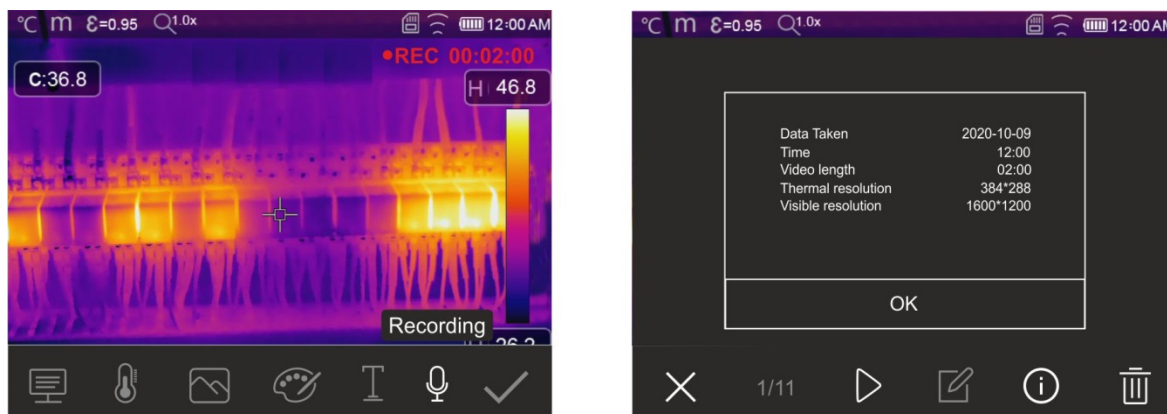

Fig. 51: Gravação de vídeo IR
1. Pressione a tecla  para entrar na galeria de imagens e vídeos guardados na memória do instrumento ou no cartão micro SD. O ecrã da Fig. 51 - o seguinte lado esquerdo é mostrado no ecrã
3. Clique no símbolo “i” para abrir a seção com informações sobre a imagem guardada. O ecrã da Fig. 51 - lado direito é mostrado no dispositivo